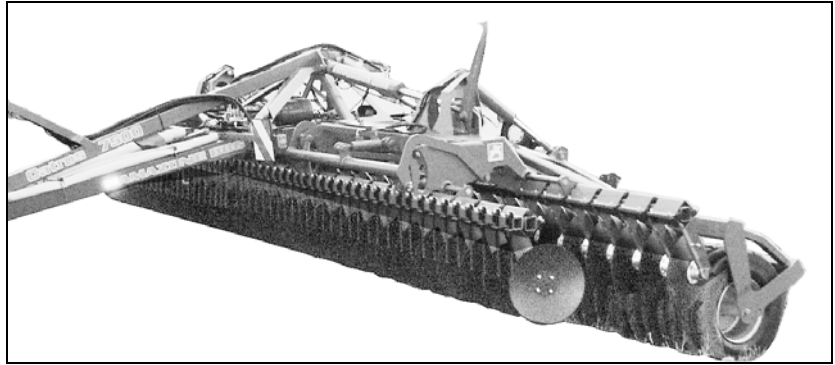

Fig. 78
- Hev begge skålekkene (Fig. 78).